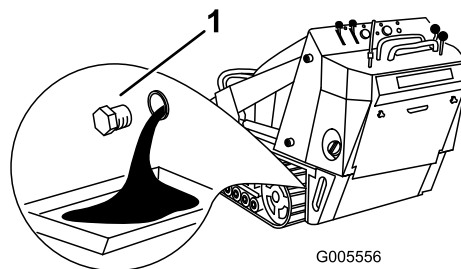

Figure 29
4. Enlevez le bouchon de vidange (Figure 29).